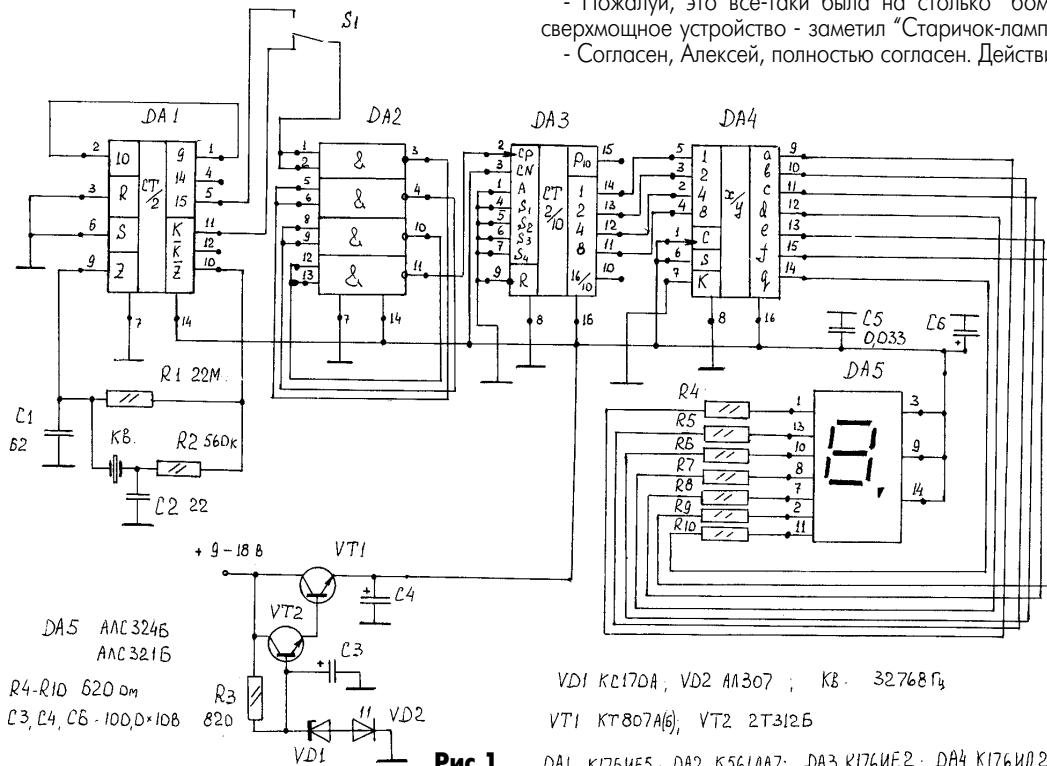

Рис.1
- А поскольку в рассматриваемом микросхемном тестере "дежурный режим" не популярен, то этот самый вход и соединен с потенциалом земли, т.е. индикация постоянно разрешена - добавил Сан-Саных. - Тем не менее будем считать вопрос далеко не закрытым. Прежде всего, юные мои друзья (Федя, тебя это касается особо!), поскольку плановая работа в данный момент далека от аврального режима, почему бы вам, в самом деле, не собрать этот самый микросхемный тестер аккуратно, на печатной плате? В соответствии с его полной принципиальной схемой, которая представлена на **рис.1**?